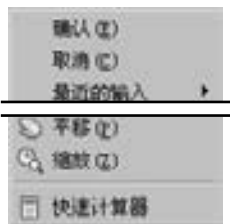

图 2.1.7 快捷菜单
- 要结束直线命令的操作，还可以按空格键，或者在绘图区中右击，系统弹出图 2.1.7 所示的快捷菜单，选择该快捷菜单中的 **确认(E)**（或 **取消(C)**）命令以结束操作，还可以直接按 Esc 键。